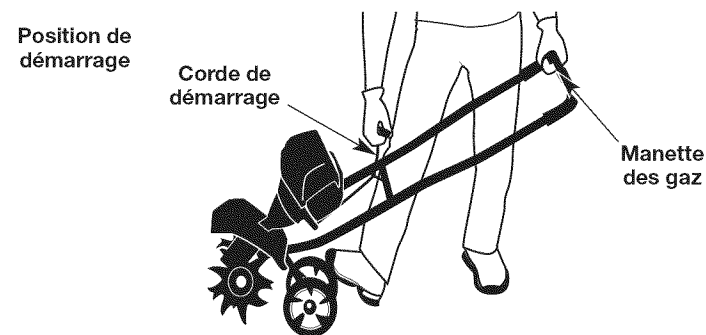

Fig. 6
AVERTISSEMENT : évitez tout démarrage accidentel. Tenez-vous en position de démarrage lorsque vous tirez sur la corde de démarrage (Fig. 6). L'opérateur et l'appareil doivent tous deux être en position stable pour éviter des blessures graves.
5. Se placer en position de démarrage (Fig. 6). Maintenir la poignée et appuyer sur la manette des gaz d'une main. Tenir la corde de démarrage de l'autre main. Utiliser un pied pour maintenir les roues en place.
REMARQUE : Basculer toujours légèrement l'appareil vers l'arrière pour faire sortir les dents du sol avant de démarrer l'appareil (Fig. 6).